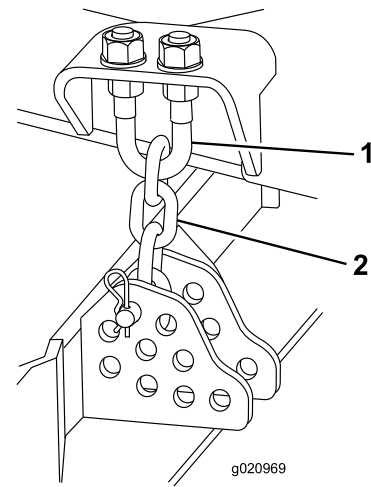

図 74
1. 刈高チェーンのUボルトの上側または下側に付いているジャムナットをゆるめる 図 74。